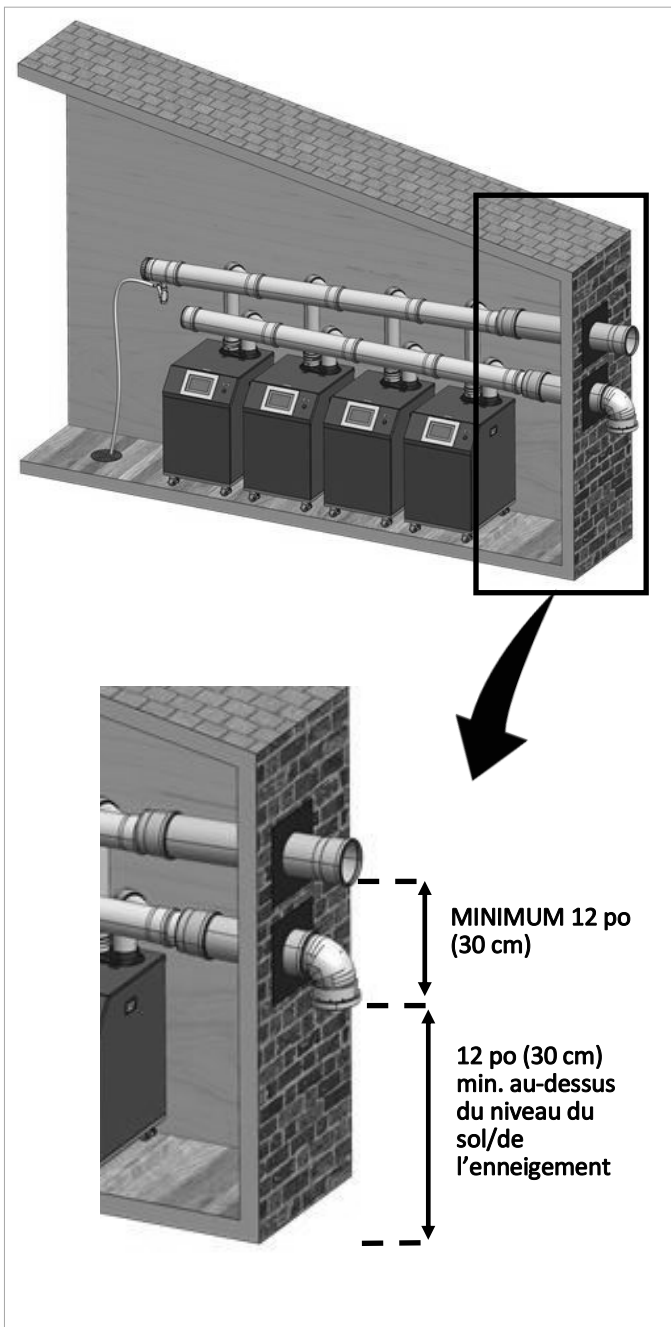

Figure 25. Dégagements des terminaisons d'évacuation et de prise d'air de combustion
- 12 po (30 cm) minimum dans le sens vertical entre le bas de la terminaison d'air de combustion et le sol ou la hauteur d'enneigement prévue (figures 25 et 26).
- 12 po (30 cm) minimum depuis le bord de la terminaison d'évacuation et le bord de la terminaison d'air de combustion (figures 25 et 26).